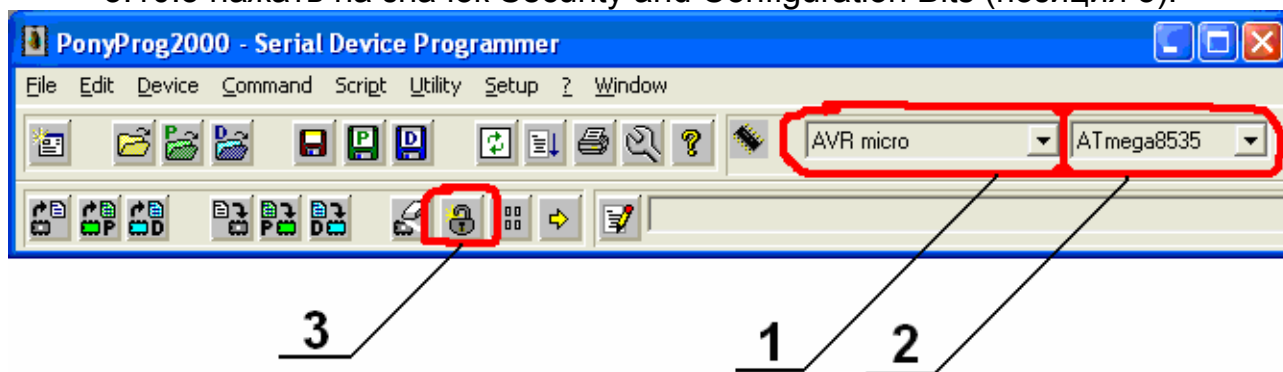

Рис. 5 – Главное окно Pony Prog.
- 3.10 В главном окне (рисунок 5):